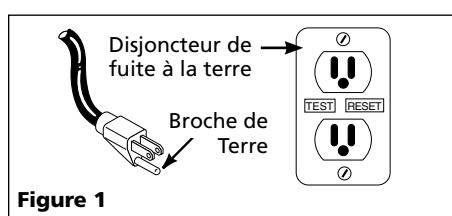

Figure 1
- Cet équipement est seulement pour l'usage sur 120 volts (monophasé) et est équipé avec un cordon approuvé de 3 conducteurs et une fiche de terre à 3 broches indiquée sur le Figure 1. Pour réduire le risque de secousse électrique, le moteur doit être correctement mis à la terre avec sûreté. Ceci peut être accompli par les méthodes suivantes enfoncez la fiche directement dans une prise de courant de terre à 3 broches (Disjoncteur de fuite à la terre) de terre qui a été bien installée (indiqué sur le Figure 1). Une prise de courant à deux broches doit être remplacée avec une prise de courant à 3 broches (Disjoncteur de fuite à la terre) mise à la terre, installée selon le NEC et les codes et règlements locaux.
13. Il faut brancher cet appareil dans un interrupteur à disjoncteur de fuite à la terre. Consulter avec un électricien pour des informations concernant l'installation et la disponibilité (Voir Figure 1).